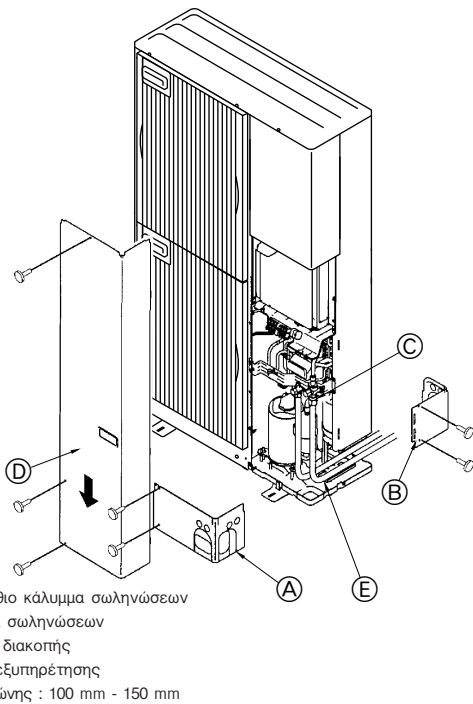

Fig. 5-6
5.6. Σωληνώσεις ψυκτικού υγρού (Fig. 5-6)